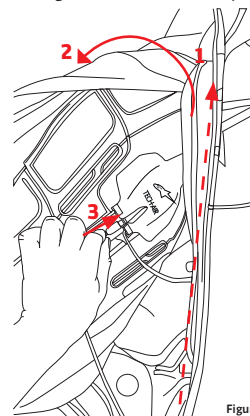

Figure 8
Encore un conseil : lorsque le système airbag Tech-Air® Race est installé dans une combinaison en cuir, le port Micro USB est plus facilement accessible en ouvrant l'une des fermetures éclair du gilet (1) et en soulevant partiellement le gilet vers l'extérieur. (Voir figure 8).
Encore un conseil : il est plus simple d'accéder au commutateur maître (8) en ouvrant d'abord les fermetures de fixation du gilet compatible (1) et en enlevant partiellement le gilet de la combinaison (voir la figure 8). Naturellement, en rallumant le commutateur maître, la fermeture de fixation du gilet doit être fixée de nouveau.